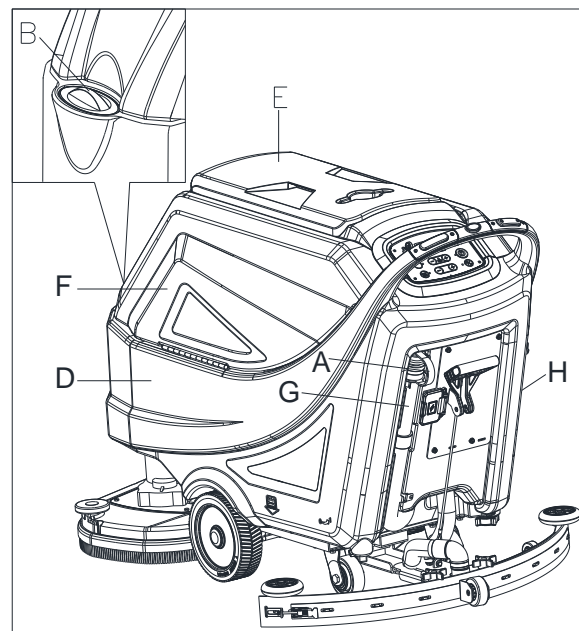

Figura 12
1. Abra a tampa de entrada de água (B, Figura 12).